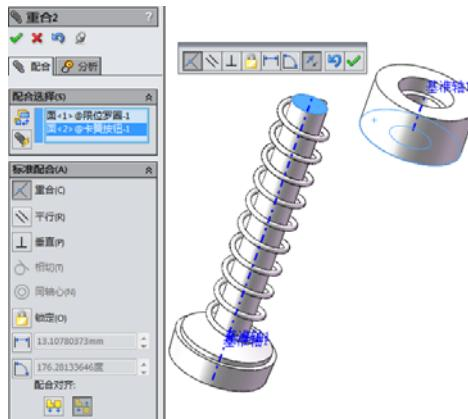

图 7-120 设置配合参数
**07** 选择配合类型。单击“装配体”工具栏中的“配合”图标按钮 ，选择限位罗圈的环状表面和按钮的最底面，选择配合类型为“重合”，如图 7-120 所示。单击“确定”图标按钮  来应用配合。